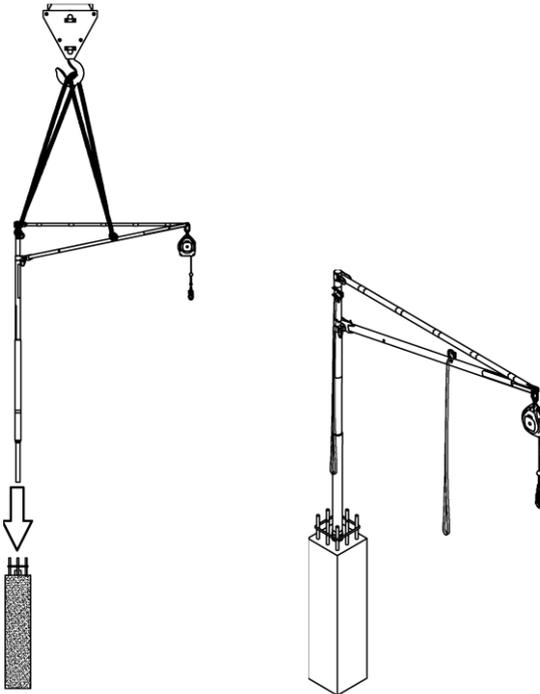

Abbildung 29. Platzieren des SkyReach Ankers.
3. Stellen Sie sicher, dass die Kranschlaufen korrekt an den Hebeösen an der Strebe und am Maste befestigt sind. Es müssen beide Schlaufen, jeweils an einer Hebeöse befestigt, verwendet werden. Haken Sie den Kranhaken in beiden Schlaufen ein und heben Sie den SkyReach Anker hoch. Entfernen Sie den Kunststoffstöpsel von der Einbetonierhülse und senken Sie den SkyReach Anker dann in die Hülse hinab. Siehe Abbildung 29. Falls erforderlich, kann der SkyReach Teleskophaken verwendet werden, um den SkyReach Anker in die richtige Position zu bringen. Verhaken Sie dazu den Haken am Masten und lenken Sie den Anker in Position.